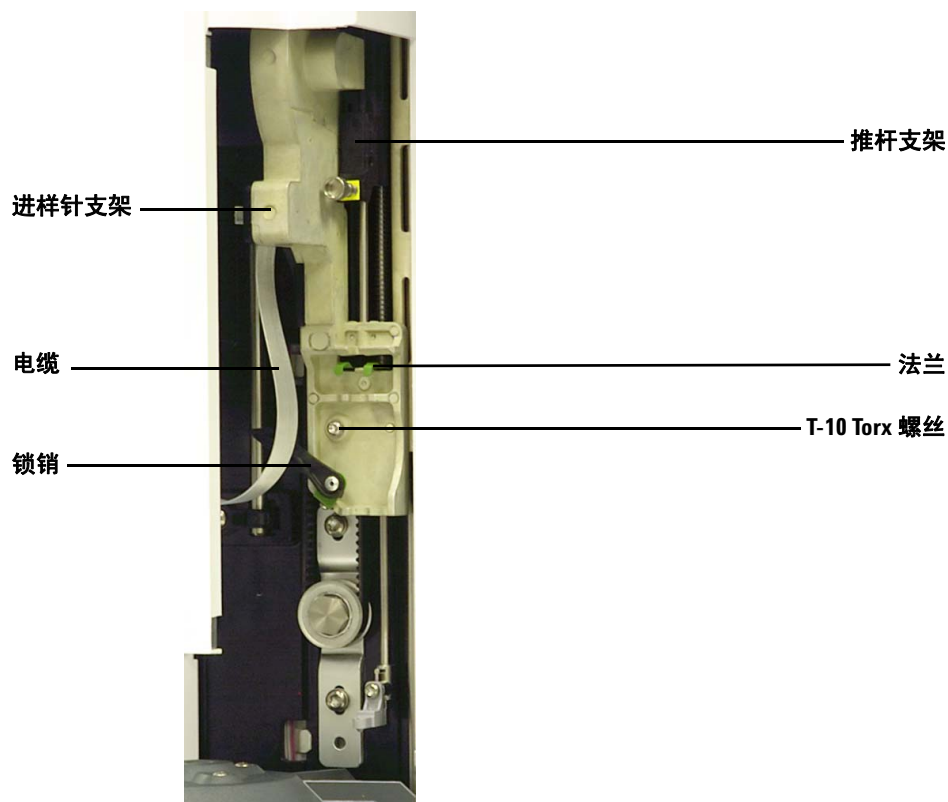

图 61 移除进样针支架组件
- 5 将进样针支架组件向上滑动，直到接触到法兰和锁销为止（图 61）。